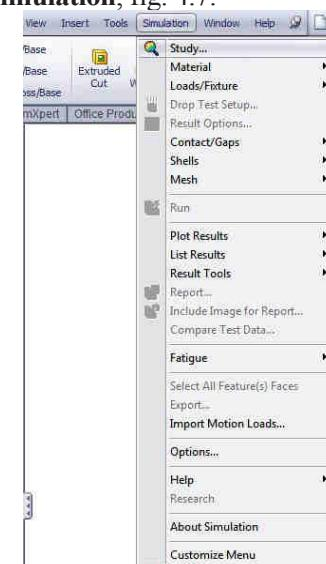

Fig. 4.7
- Meniul principal va fi suplimentat cu opțiunea **Simulation**, fig. 4.7.
- The main menu is provided with the additional menu option **Simulation**, fig. 4.7.